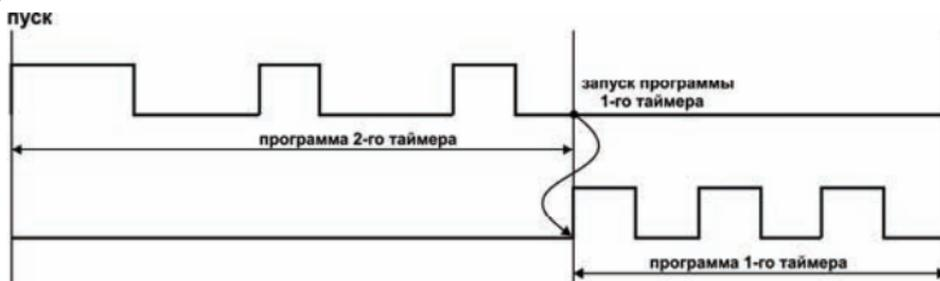

Рисунок 19
3.1.6.6. При « $rEst$ »=5 (установка возможна только при значениях « \bar{LnP} »=1, 2 или 3) запуск или перезапуск таймера 1 происходит после окончания выполнения программы таймера 2 (рисунок 19).